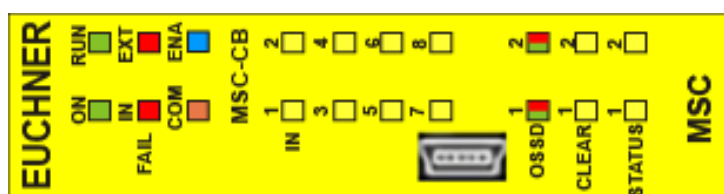

Figure 28 :
8.4.1. Module de base MSC-CB (Figure 28)